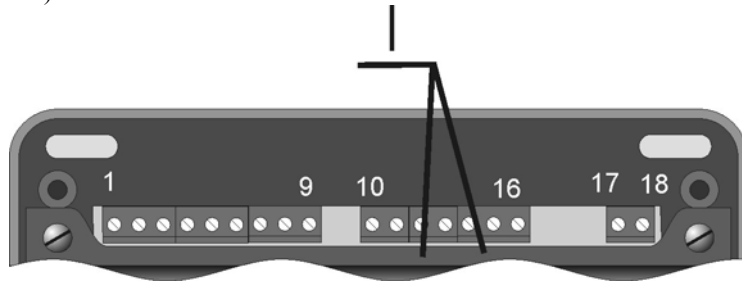

Рисунок 3.3.1.
3.3.1. На оконечных (крайних) устройствах, приборах или БПР, должны быть установлены перемычки (джамперы) в позиции I, которые обеспечивают исходное состояние и нагрузку соединительных линий интерфейса RS485 (см. рис. 3.3.1).